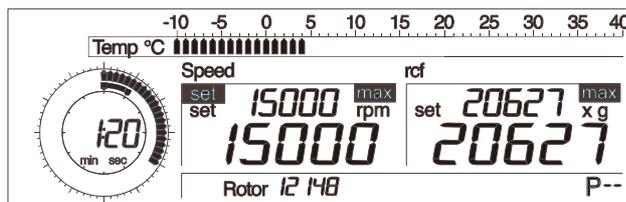

Fig. 5.13:
- Tournez le bouton rotatif gauche jusqu'à ce que « set » soit affiché devant le paramètre « Speed » (vitesse) (Fig. 5.13).